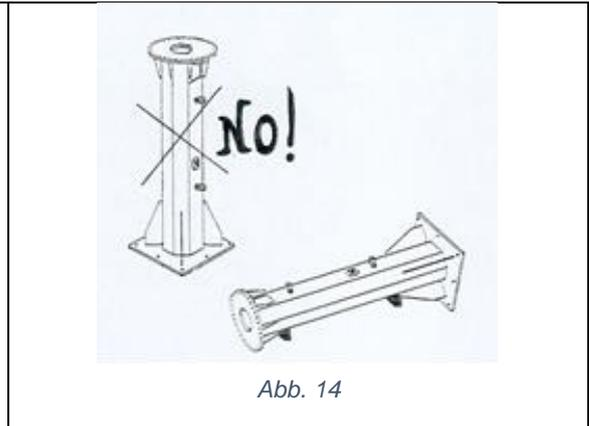

Abb. 14
- **Alle Teile oder Komponenten müssen in sämtlichen Phasen von Handhabung, Transport und Lagerung stabil positioniert oder befestigt werden und dürfen weder gekippt noch senkrecht oder auf der Seite liegend abgestellt werden (Abb. 14).**